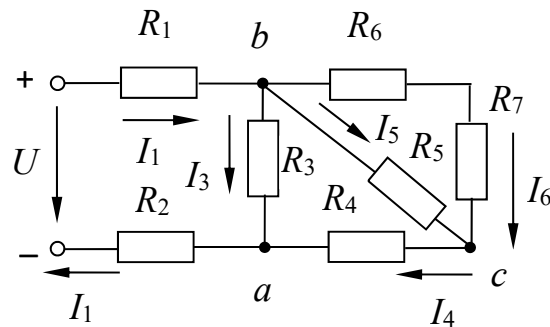

Рисунок 1.3 – Электрическая цепь постоянного тока к задаче 1
**Задача.** Определить токи и напряжения на отдельных участках схемы (рисунок 1.3), если напряжение на входе  $U = 240$  В, а сопротивления резисторов  $R_1 = R_2 = 0,5$  Ом,  $R_3 = R_5 = 10$  Ом,  $R_4 = R_6 = R_7 = 5$  Ом. Определить мощность  $P$ , потребляемую электрической цепью.